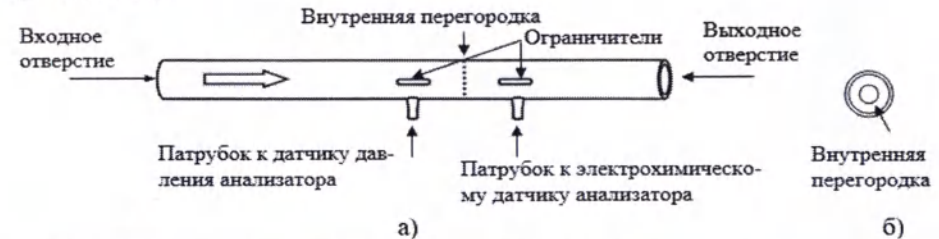

Рисунок 5 – Мундштук для анализаторов паров этанола в выдыхаемом воздухе «АЛКОТЕКТОР» с двумя патрубками
6.3.1 Мундштук для анализаторов паров этанола в выдыхаемом воздухе «АЛКОТЕКТОР» с двумя патрубками имеет входное и выходное отверстия, два патрубка – к датчику давления и к электрохимическому датчику анализатора, а также внутреннюю перегородку (рисунок 5).